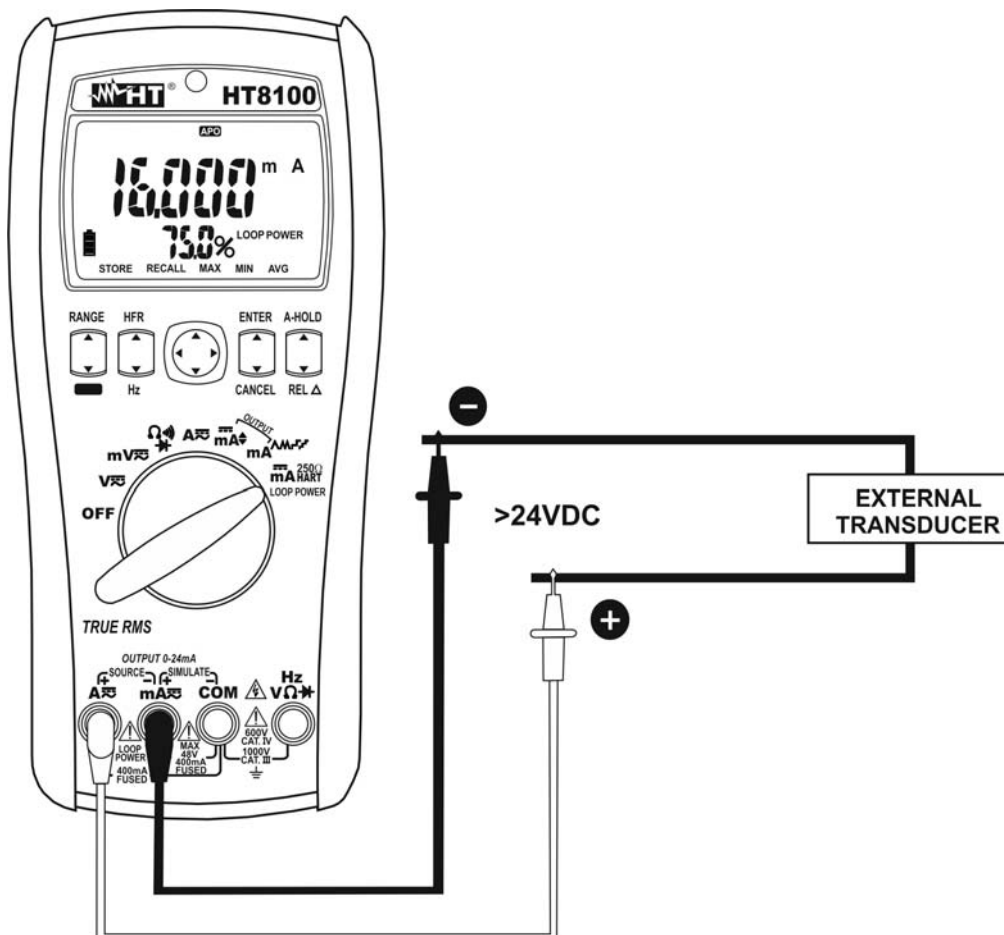

Fig. 10: Uso para medida de corriente CC en salida da transductores externos
4. Conecte la punta roja y la punta negra al transductor externo respetando la polaridad y el sentido de la corriente (vea la Fig. 10)